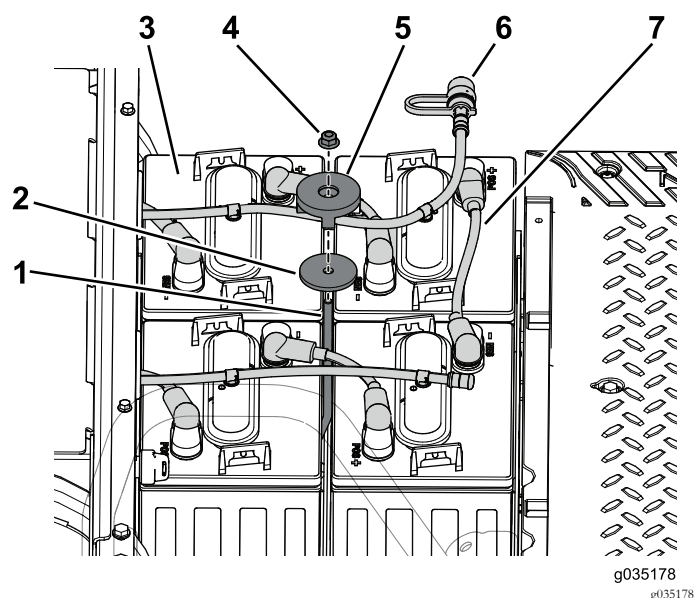

Figura 98
1. Instale as quatro baterias no tabuleiro da bateria dianteiro (Figura 98).
6. Instalação da mangueira de rega nas baterias (Figura 98).